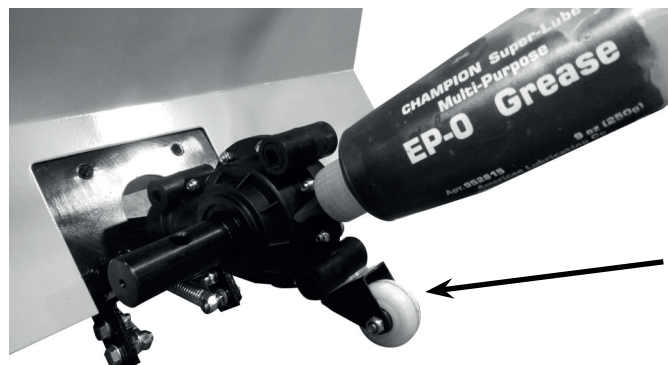

Рис. 28 Заправка смазки редуктора
5. Добавить смазку в редуктор через одно отверстие тубиком (Рис. 28) или специальным шприцем (в комплект поставки не входят) каждые 100 часов работы. Добавлять смазку нужно до тех пор, пока она не появится из второго отверстия.